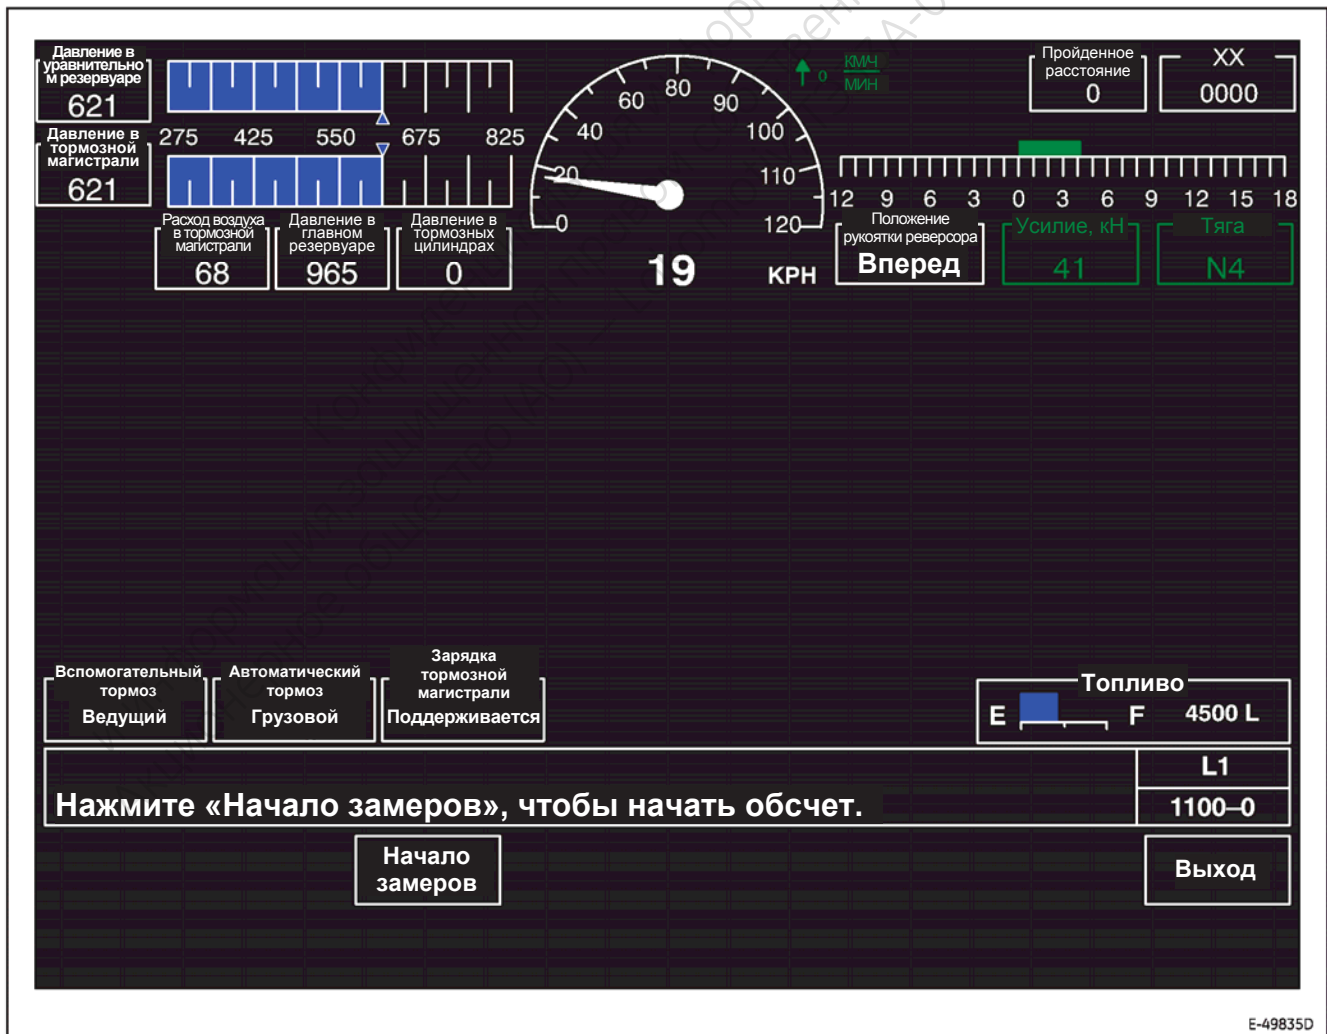

Рис. 63. Окно «Мерный километраж — начало замеров» (1100–0).
Окно «Мерный километраж — начало замеров» (1100–0, Рис. 63) используется для выполнения машинистом замеров пройденного пути и средней скорости. При использовании этого окна и связанных с ним функций соблюдайте правила технической эксплуатации железных дорог.
Нажмите клавишу 3 (Measured Kilometer («Мерный километраж»)) при открытом главном окне LOD или AUX (0000–0, Рис. 44 или Рис. 46), чтобы перейти к окну «Мерный километраж — начало замеров» (1100–0, Рис. 63). Ниже указаны активные клавиши и приведено краткое описание работы:
1. Нажмите клавишу F3 (**Start Kilometer («Начало замеров»**)) при активном окне «Мерный километраж» — начало замеров», (1100–0, Рис. 63), чтобы приступить к замерам.